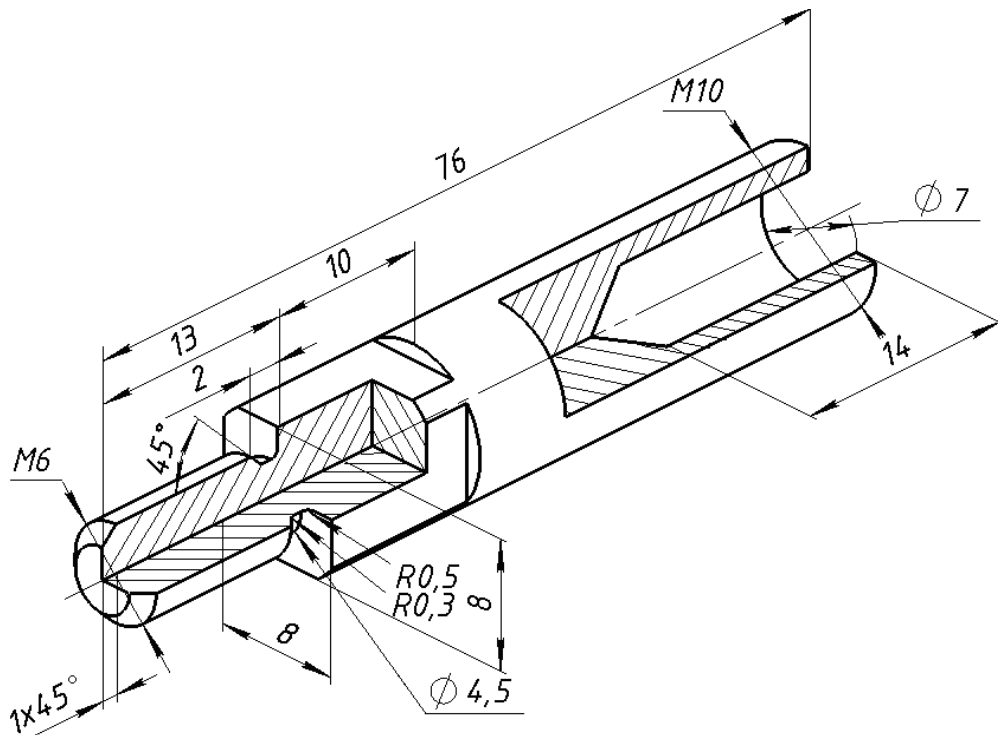

Рис. 1
Створюючи модель деталі «Винт», використовуйте наведені на рис. 1 розміри, а також концепцію моделювання (задум проекту), запропонований на рис. 2. При побудові циліндричних частин гвинта застосовуйте метод «Гончарный круг» ② (рис. 2, а), а для побудови отвору, зрізин фасок – «Производственный» ③ (рис. 2, а). Якщо відобразити концепцію моделювання у вигляді окремих елементів відповідно до списку в дереві конструювання *FeatureManager*, то це буде виглядати, як на рис. 2, б. Для зображення циліндричних частин гвинта використовуйте метод ② зокрема, елементи «Повернуть1»; отвору і зрізин – метод ③, елементи «Вытянуть1», «Диаметр отверстия Ø7,0(7)1». Також застосовують прикладні елементи: «Фаска1», «Фаска2» (метод ③).